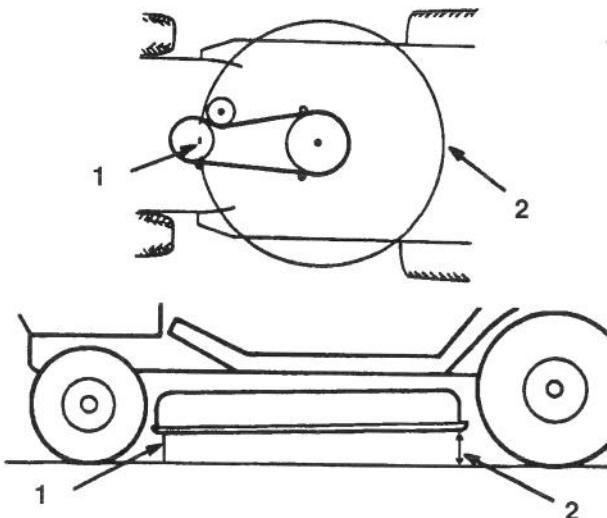

Bild 50
5. Die vorne-hinten-Neigung wird durch Messen des Abstandes zwischen der Mähwerkunterseite (Mitte vorne und hinten) und der flachen Standfläche festgestellt (Bild 50). Wenn die Vorderseite des Mähwerks mehr als 15,875mm tiefer als die Rückseite steht, ist eine Einstellung erforderlich; siehe Schritte 6-15.